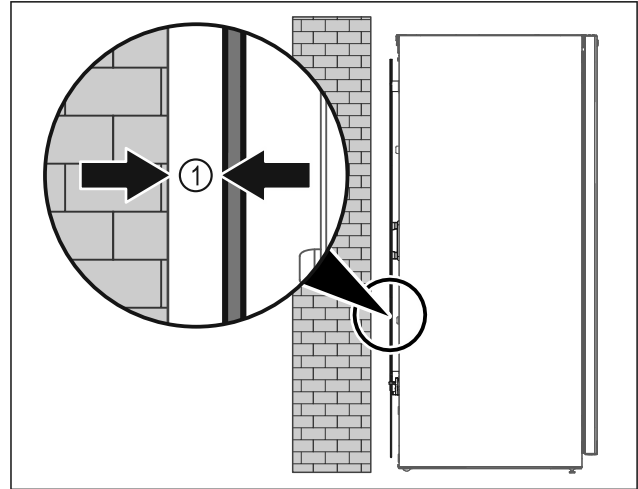

Fig. 5
- ▶ Instalar el electrodoméstico en medio de una sala o directamente arrimado a una pared con una distancia mínima de 5 mm Fig. 5 (1).